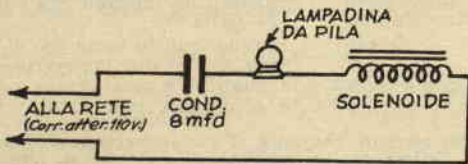

Fig. 3
**Esperimento n. 6** — Collegate un condensatore di carta da 8 mfd. ad una lampadina da pila tascabile da 6 volts ed al vostro solenoide, come illustrato in fig. 3. Noterete che con il nucleo — la barra di acciaio, cioè — fuori del solenoide, la lampada si accende emanando una luce molto debole.